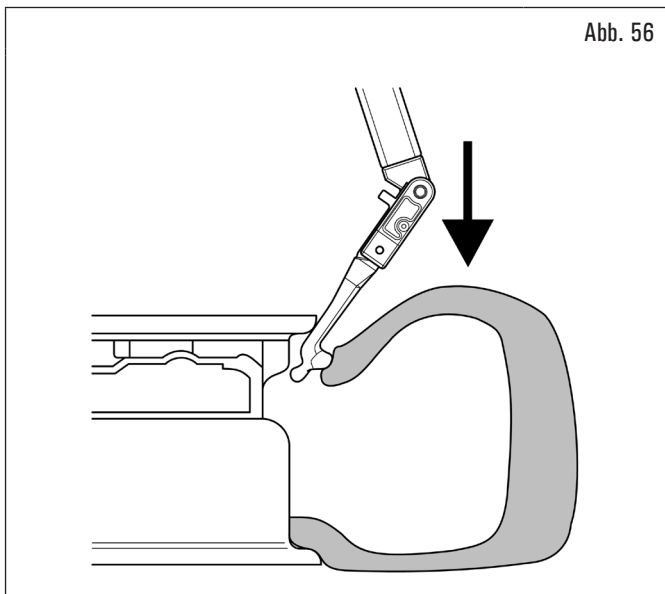
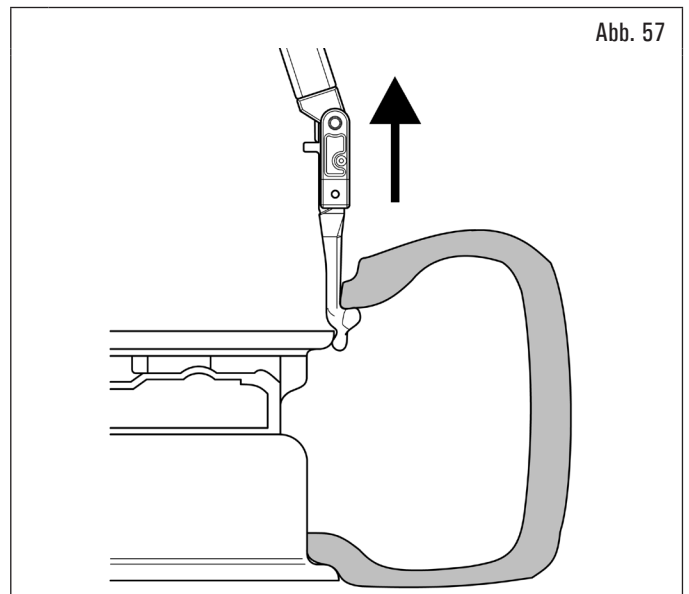
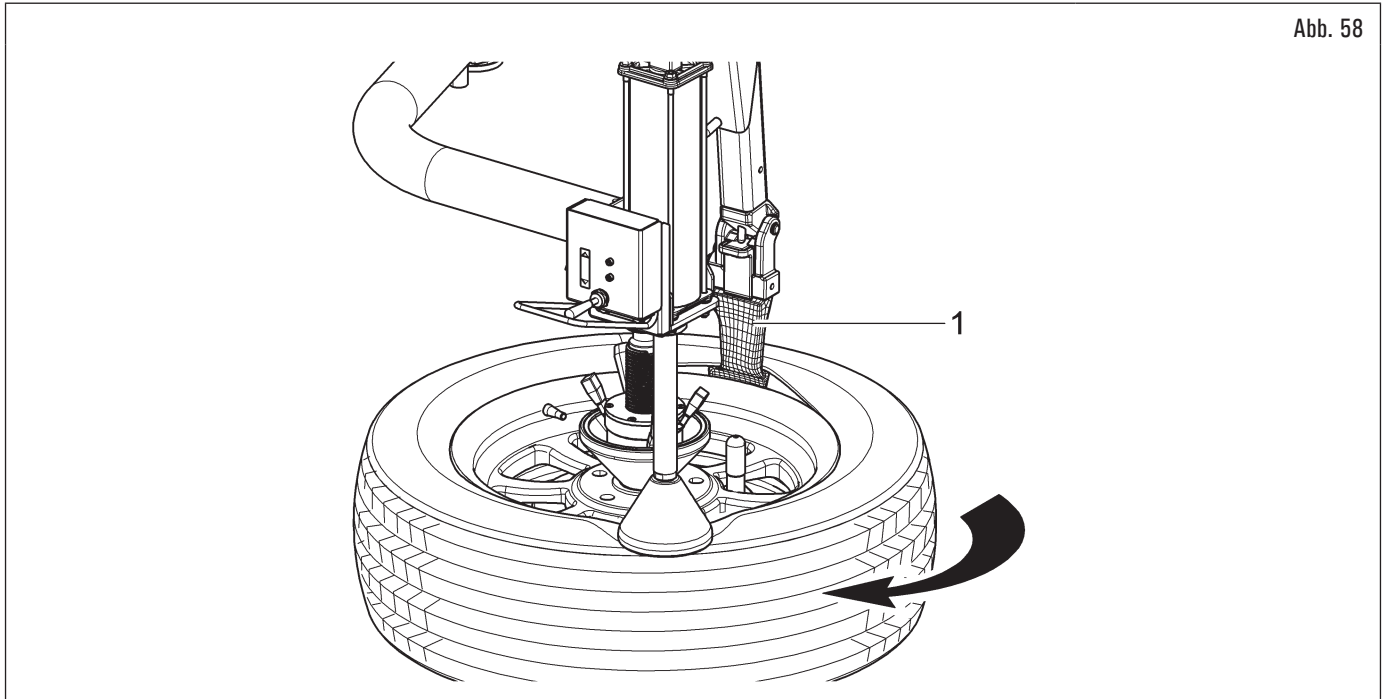

Abb. 56
Abb. 57
Abb. 58
4. drücken Sie den Knopf (Abb. 6 Pkt. C (UNTEN)) damit der Werkzeugkopf zwischen Felge und Reifen eindringt (siehe Abb. 56). Während dieses Arbeitsschrittes dreht sich der Werkzeugkopf um den Felgenrand, bis es den Wulst des Reifens erfasst (siehe Abb. 57);
5. Heben Sie den Werkzeugkopf an, indem Sie die entsprechende Steuerung drücken (Abb. 6 Pkt. C (OBEN)). Wenn sich der Werkzeugkopf gegenüber der Felge (Abb. 58 Pkt. 1), in vertikaler Stellung befindet, die Spindel durch Druck auf das Pedal (Abb. 9 Pkt. A) drehen, dass der Reifen in die Furche der Felge tritt ein. Mit dem Anheben des Werkzeugkopfes fortfahren, bis der Wulst sich oberhalb des Felgenreandes (siehe Abb. 57) befindet. Bis zur vollständigen Demontage des oberen Wulstes im Uhrzeigersinn drehen (siehe Abb. 58);
Sich vergewissern, bevor die Spindelrotation beginnen, dass der Werkzeugkopf in abziehenposition (siehe Abb. 57) ist.